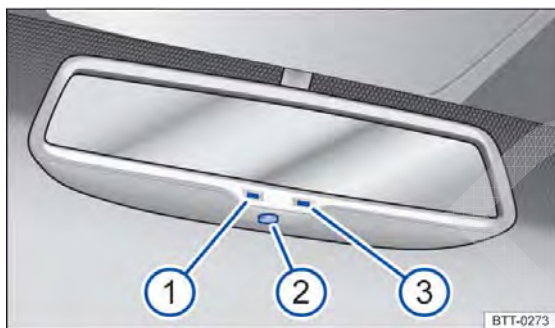

Fig. 71 No para-brisa: espelho retrovisor interno com antiofuscante automático.
Legenda para → Fig. 71:
- ① Luz de controle.
- ② Interruptor.
- ③ Sensor para reconhecer a incidência de luz por trás.
O antiofuscamento automático pode ser ligado e desligado com o interruptor no espelho retrovisor interno → Fig. 71 ②. Com o antiofuscamento automático ligado, a luz de controle → Fig. 71 ① se acende.
- Um sensor no lado que indica para o interior do veículo, que mede a incidência de luz por trás → Fig. 71 ③.